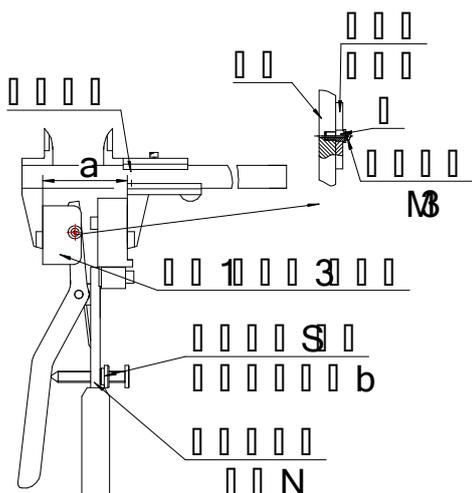

图3模拟触头宽度测量示意图
4.1.2根据触头宽度b，调整测试仪测试钳（下面称之为模拟触头）的宽度a，（见图3、图4），使 $a=b$ ；
4.1.3图3是用于GW16、GW22、GW6等折叠式、剪刀式隔离开关模拟触头的调整方法，拆除附件4、附件5，装上附件1、附件3销（“1”用于静触头直径60mm的刀闸，静触头直径40mm的刀闸装附件2、附件3销），将卡尺锁定在a上，卡住
二、折臂式隔离开关触指压力用WA1401型的测量（如GW16、GW17、GW22、GW23型隔离开关，已挂静触头），按图3、4要求更换测量附件